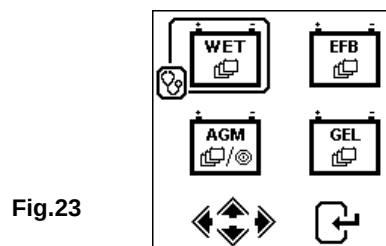

Fig.23
6. Ensuite, il vous demandera de sélectionner les types de batteries (Fig.23):